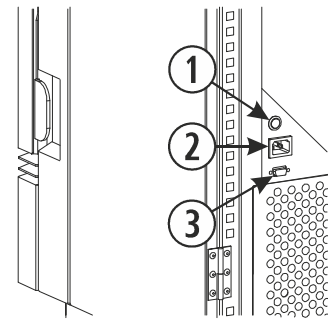

Figura 14
- ECO III: Sulla connessione di corrente della stufa (*figura 14*).